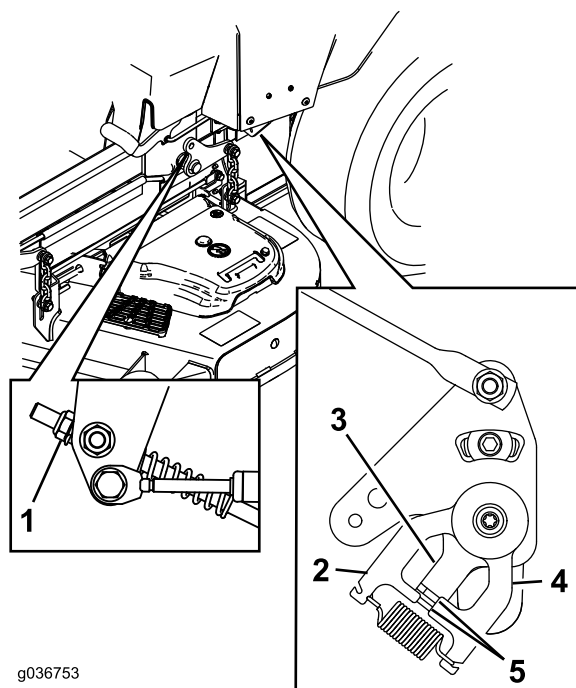

Figure 70
11. Réglez la longueur des tiges de commande des pompes en tournant l'écrou dans le sens voulu jusqu'à ce que les roues tournent légèrement en marche arrière (voir (Figure 70).